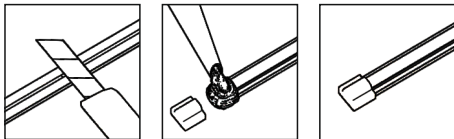

Рисунок 3.
5.3. Определите длину ленты и отрежьте необходимую часть. Ленту рекомендуется резать канцелярским ножом по местам реза, помеченным на задней стороне ленты (см. рисунок 1). Не допускается резка ленты в других местах. Рез должен быть ровным, прямым под углом 90° к ленте (см. рисунок 3).